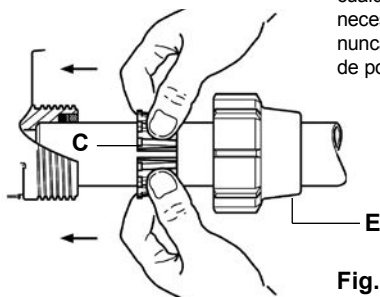

Fig. 4
- Colocar la tuerca (**Fig. 4-E**) y el anillo de fijación (**Fig. 4-C**), en el tubo cortado y achaflanado.
- Introducir el tubo en los orificios de entrada y de salida del agua (**Fig. 4**).
- Empujar hasta el tope el anillo (**Fig. 4-C**) hacia la entrada, y el otro anillo hacia la salida de agua.
- Apretar la tuerca (**Fig. 4-E**).
- Posicionar el anillo de fijación separándolo con los dos pulgares puesto en la ranura (**Fig. 4-C**) para no pasarse a raer la colle, después, apretar la tuerca.